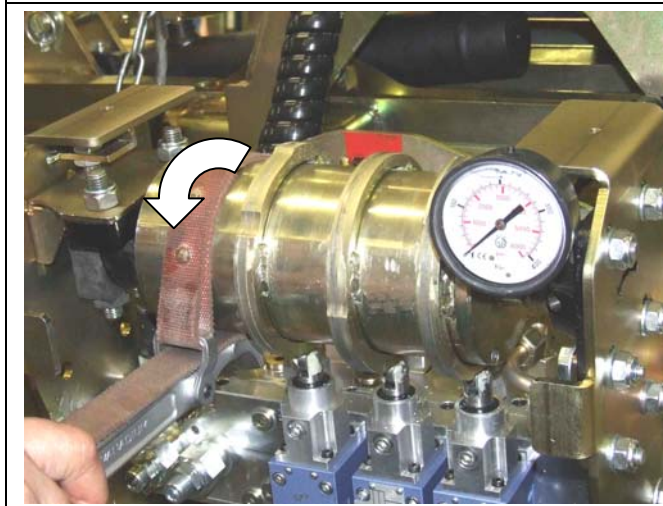

Fig.18
18. Aseta "öljynsuodatin hihna" rummulle (vasemmalle puolelle) ja käännä rumpua "öljynsuodatin hihnan" kautta (alas)... → Fig. 18